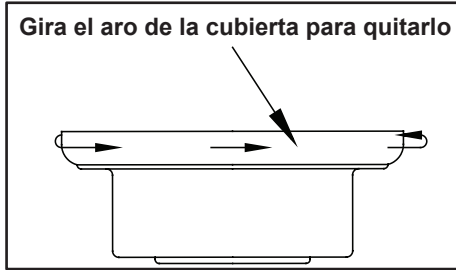

Figura 5
1. Retira el aro de la cubierta, girándolo hacia la derecha hasta que se libere. (Figura 5)
1. Retire el anillo de la marquesina girandolo hacia la deracha hasta que se desenganche. (Figura 5)